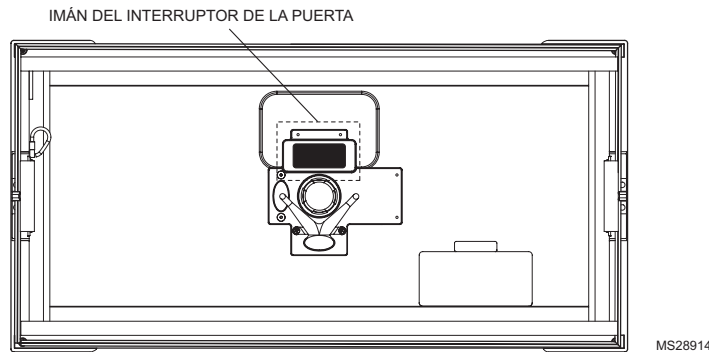

Fig. 16. Imán del interruptor de la puerta
- Fije la puerta del limpiador de aire mejorado Honeywell al gabinete. Existe un imán en la puerta (ver Fig. 16) que se utiliza para activar un interruptor de seguridad del suministro eléctrico cuando se instala la puerta. El suministro eléctrico no energizará el limpiador de aire, a menos que el interruptor de seguridad esté activado.
NOTA: existe un imán en la puerta (ver Fig. 16 en la página 19) que se utiliza para activar un interruptor de seguridad del suministro eléctrico cuando se instala la puerta. El suministro eléctrico no energizará el limpiador de aire, a menos que el interruptor de seguridad esté activado.